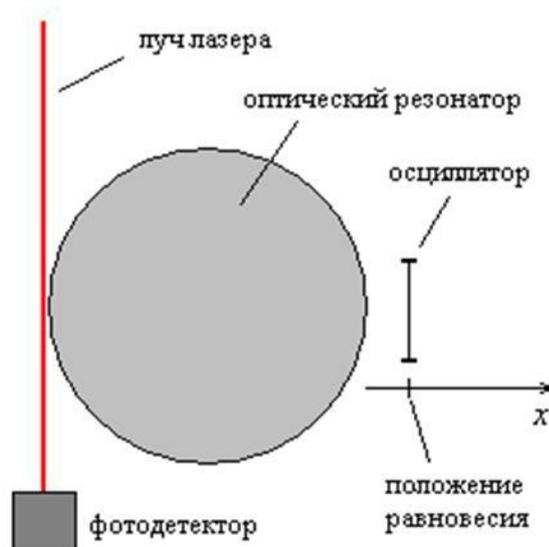

Рис. 2. Схема измерения малых смещений осциллятора
Для измерения малых смещений осциллятора от положения равновесия предлагается следующая схема. Имеется цилиндрический (дисковый) или тороидальный оптический резонатор с внешним радиусом, приближённо равным $R = 30$ мкм, сделанный из кремния (рис. 2). К резонатору подводят луч лазера с длиной волны 1550 нм (полоса прозрачности кремния). В резонаторе могут возникнуть стоячие волны, соответствующие модам «шепчущей галереи», если частота какой-либо моды близка к частоте излучения лазера. Поднесём к резонатору какое-нибудь тело (например, наноосциллятор, см. рис. 2). Тело будет взаимодействовать с ближним полем моды «шепчущей галереи» в резонаторе. В результате частота этой моды немного изменится (сдвинется на некоторую величину $\Delta\omega$). Величина сдвига $\Delta\omega$ зависит от положения тела (в данном случае – осциллятора). Если положение равновесия осциллятора фиксировано (концы стержня закреплены), то сдвиг зависит от смещения Δx центра стержня от положения равновесия: $\Delta\omega = f(\Delta x)$, где f – некоторая функция. Колебания происходят вдоль оси x . Таким образом, мы имеем преобразователь механических смещений в смещения частоты моды «шепчущей галереи». Величину $\Delta\omega$ можно измерить с большой точностью следующим образом. Частота излучения лазера не совпадает ни с одной из мод «шепчущей галереи» уединённого оптического резонатора (когда наноосциллятора рядом нет): есть небольшая «отстройка» между частотами лазера и одной из мод резонатора. Если к резонатору поднести осциллятор, частота моды изменится и может приблизиться к частоте лазера. При этом начнётся перекачка энергии из луча лазера в резонатор и дальнейшее рассеяние энергии в системе, и интенсивность луча, идущего к фотодетектору, уменьшится. Реальная схема измерения $\Delta\omega$ достаточно сложна, и здесь мы изложили лишь основную идею.
Рис. 2. Качественный вид зависимости среднего (по квантовому состоянию) заряда острова от напряжения на управляющем электроде при низких температурах ($T \rightarrow 0$). Заряд измеряется в единицах, равных заряду электрона.
На рис. 1 показана схема простейшего одноэлектронного устройства – электронного ящика. Изменяя потенциал U управляющего электрода относительно острова, можно менять заряд острова Q , который приближённо равен заряду электрона, умноженному на количество избыточных электронов, перешедших на остров под действием электростатического поля. Пусть C_0 – ёмкость между управляющим электродом и островом, C – полная ёмкость острова, T – температура системы. При достаточно низких температурах T зависимость заряда острова от потенциала U имеет вид, показанный на рис. 2.
1. В файле ответов объясните, почему зависимость заряда острова от напряжения на управляющем электроде имеет такой вид (рис. 2). Чему равны значения напряжения и заряда в характерных точках на графике (напряжение в начале каждой новой «ступеньки» и заряд на «ступеньке»)? Сформулируйте условие «малости» температуры T . Каким будет вид той же зависимости при более высоких температурах? (3 балла)